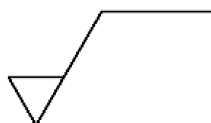

图 9-125 表面粗糙度符号
(1) 单击“默认”选项卡“绘图”面板中的“直线”按钮 $\swarrow$ ，绘制如图 9-125 所示的表面粗糙度符号，然后将其创建名为“粗糙度”并且带有属性的图块。